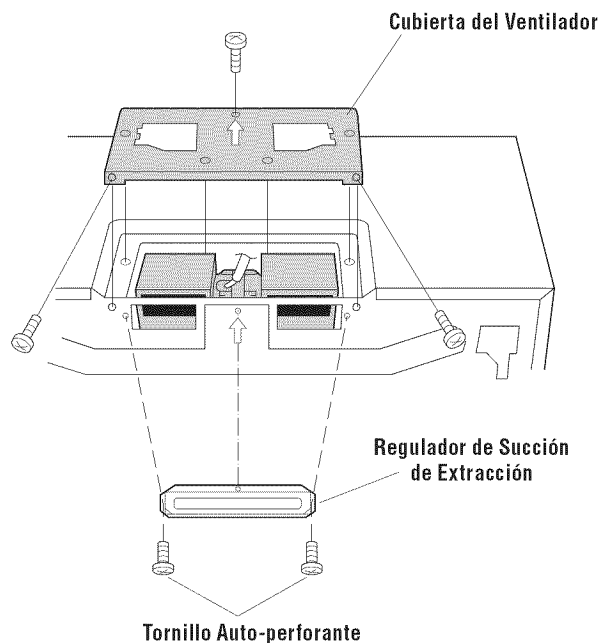

Figura 10
4. Coloque el cable conductor dentro de la Caja de Alambres. Véase la Figura 10.
6. Sujete el Regulador de Succión de Extracción a la parte trasera de la Placa de Montaje deslizándolo dentro de las ranuras. Véase la Figura 10. Utilice dos Tornillo Auto-perforante de 4 x 8 mm de los HERRAJES DE INSTALACIÓN y apriete para colocar en su sitio.
5. Coloque nuevamente la Cubierta del Ventilador deslizándola dentro de las ranuras en la misma dirección de la flecha indicada sobre la Cubierta del Ventilador. Asegúrese que las aspas del ventilador son visibles a través de las aberturas superiores del horno antes de proceder. Sujete la Cubierta del Ventilador a la unidad mediante los 3 tornillos que se retiraron en el Paso 1 anterior. Véase la Figura 10. La Unidad de Ventilador de la Campana Extractora ahora está girada para operación de escape vertical.